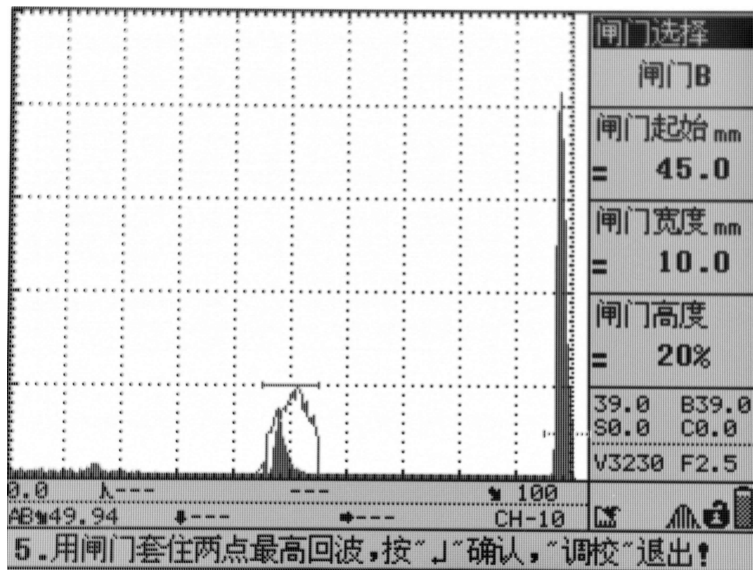
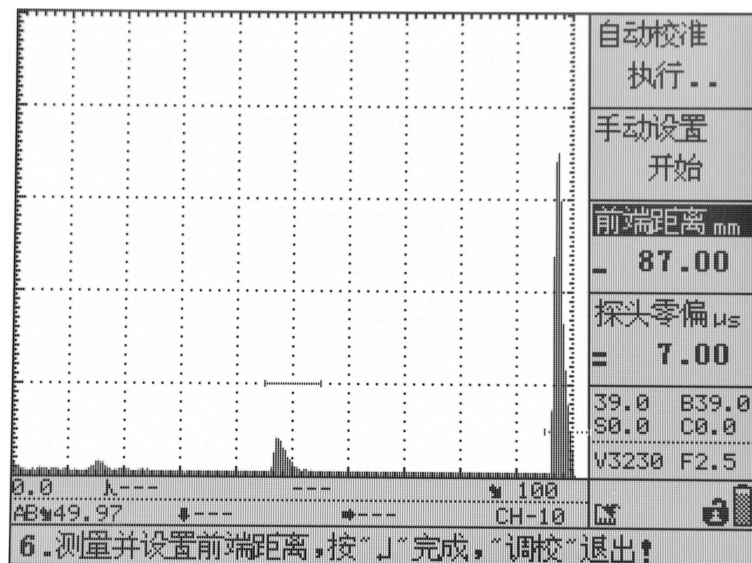

图 2
图 3
(4) 设置大概的“材料声速”值、“探头零偏”值，设置“一点声程”=50mm，“二点声程”=100mm。设置完“二点声程”后，按“确认”键。
(5) 打开波峰记忆或回波包络功能，沿 R100 半径方向前后移动探头，使回波最高，保持探头不动；如图 2，单击“确认”键，完成声速和零偏的校准。此时屏幕变为如图 3 所示，开始检测探头前沿。